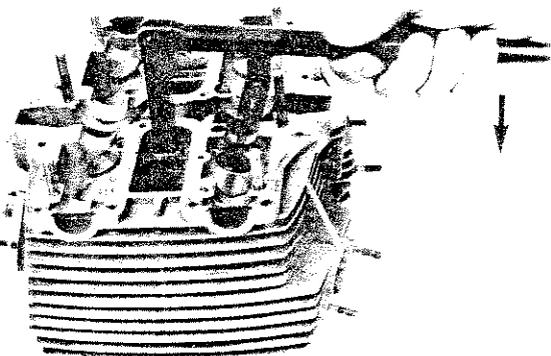

Fig. 42
- comprimere le molle con l'apposito attrezzo (per impedire che durante questa operazione la valvola si abbassi, sistemare sul banco entro la camera di scoppio un bloccetto di legno di adeguate dimensioni) (Fig. 42);
- compress the valve springs by means of the special tool (place a wood block of suitable size and shape inside the combustion chamber to prevent the valves from moving while the springs are being compressed) (Fig. 42);